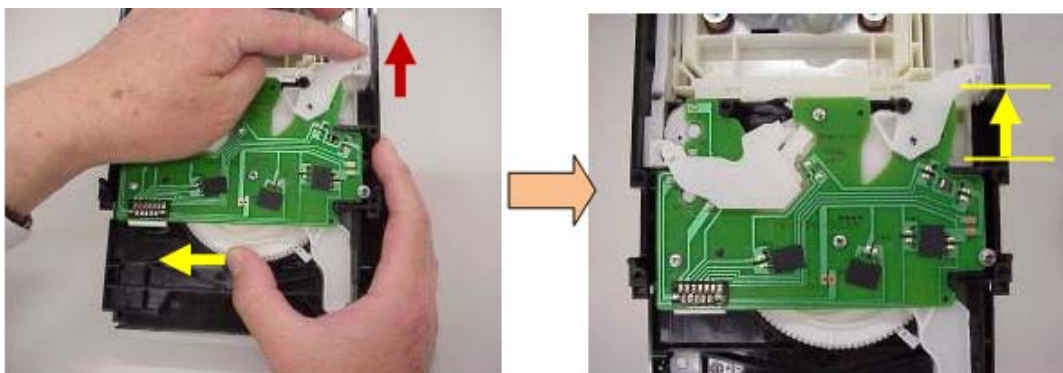

Fig. 1.28
Gire el engrane principal en sentido a las manecillas del reloj. Coloque el dedo en el deslizador y muévalo junto con el brazo (D), cuando éste comience a moverse hacia delante. Cuando el engrane principal llegue hasta el final del giro, el brazo (D) y el deslizador se moverán en la posición que se muestra. (Fig. 1.28)